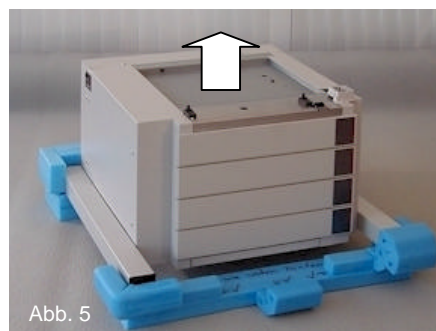

Abb. 5
Verpacken (Abb. 5)
- Zusammen mit einer weiteren Person den TowerFeed vorsichtig in die Verpackung heben und darauf achten, dass die Einheit korrekt im Verpackungspolster aufliegt (Abb. 5).